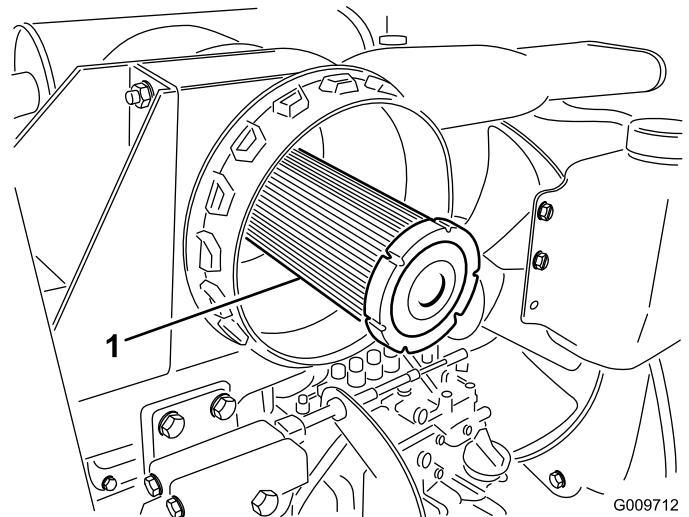

Bild 40
**Wichtig:** Versuchen Sie nie, den Sicherheitsfilter zu reinigen (Bild 40). Tauschen Sie den Sicherheitsfilter bei jeder dritten Wartung des Hauptluftfilters aus.